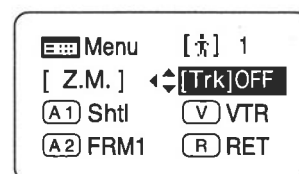

Fig2-9
2. 操作キーで [Trk] を選択した後に、Set キーを押してください。[Trk] と前回設定が点滅表示になります。(Fig2-9)